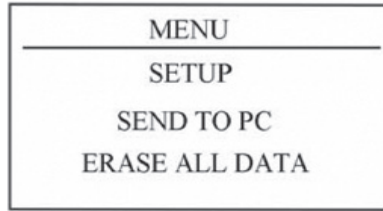

Figura 8 Menú de configuración
- 📄 (modalidad/OK): presionando esta tecla se puede cambiar la visualización sobre la pantalla; manteniéndola presionada, se visualizará el menú de configuraciones (como muestra la Figura 8)
En el modo de visualización numérica/curva, presione “” (tecla modalidad) para acceder a la pantalla del menú de configuraciones que muestra la Figura 8.